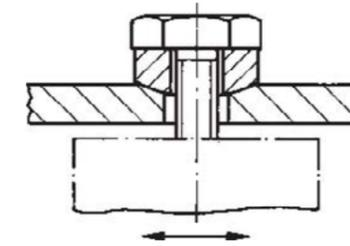

Fig. 1: Montaggio individuale
a) Fissaggio non rigido di ogni singolo elettromagnete in modo che ognuno possa adattarsi alle irregolarità superficiali (Fig. 1).